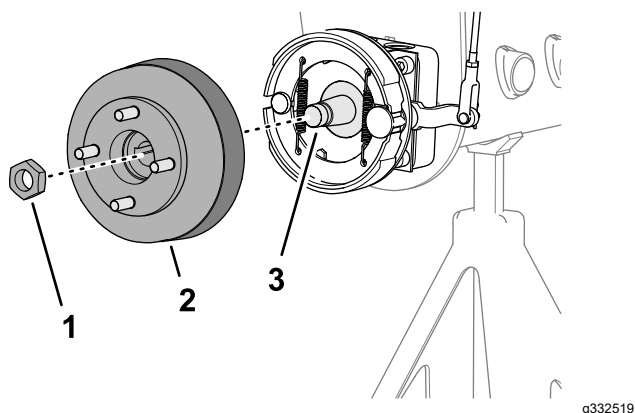
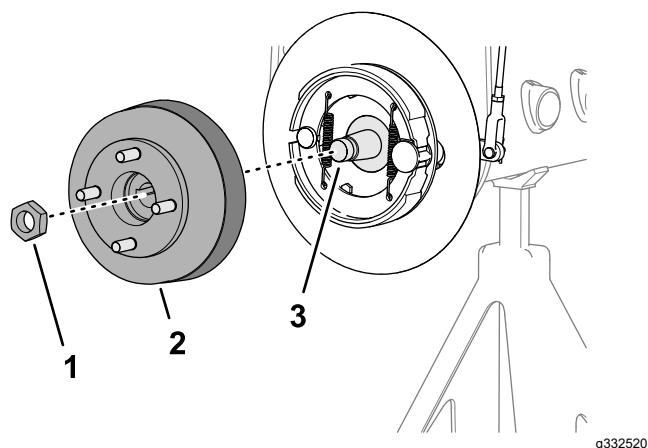

Figura 64
Figura 65
1. Remova a porca de bloqueio que prende o cubo ao eixo do motor da roda (Figura 64 ou Figura 65).
4. Utilize o extrator do cubo das rodas para remover o cubo das rodas e tambor dos travões do veio do motor das rodas (Figura 64 ou Figura 65).